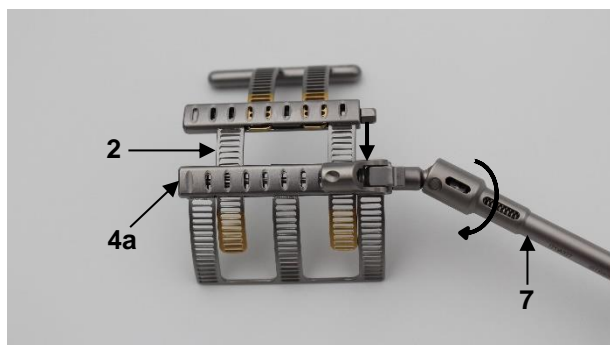

Fig. 4
Per prima cosa ritrarre completamente l'elemento primario (2) utilizzando il cacciavite adatto (7). A tal fine, ruotare in senso antiorario il meccanismo di trasporto del modulo scatola dell'elemento base (4a) con il cacciavite cardanico LMT-4 (7) (Fig. 4).